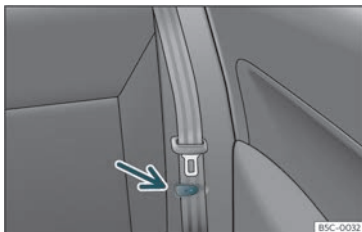

Fig. 105 Sedile posteriore: morsetto per sostenere la cintura di sicurezza.
- Collocare le cinture di sicurezza laterali nel morsetto del rivestimento»» fig. 105.